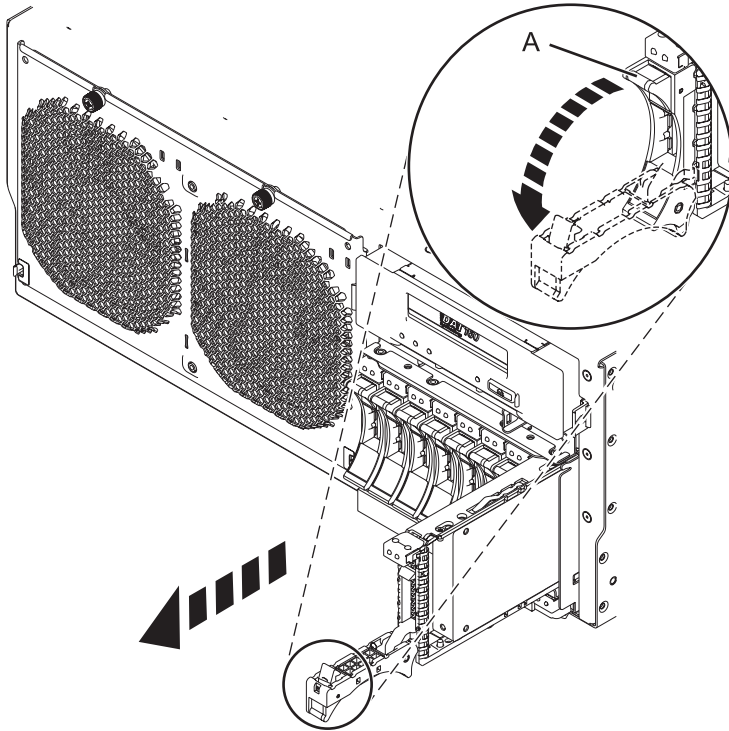

Figure 3. Retrait de l'unité de disque du fond de panier
- 1) Déverrouillez la poignée de l'unité de disques (A) et tirez-la vers vous pour la dégager.
- 2) Placez une main sous l'unité de disques et tirez avec précaution l'unité de disques du système, comme indiqué dans la figure 3, à la page 6.